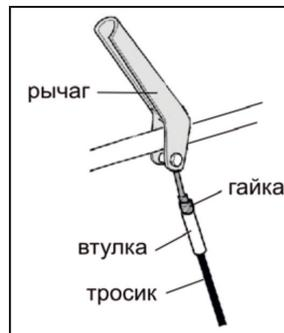

Рис. 29
11.9. Регулировка тросиков привода шнека и колес (Рис. 29)